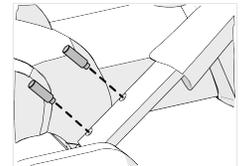

Abbildung 16
- Entfernen Sie die beiden Stellschrauben von einem Haltegriff (Abbildung 16).